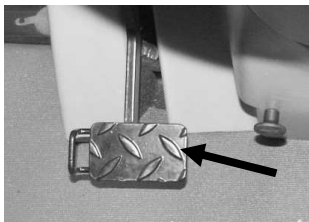

Рисунок 5-4 Педаль сцепления.
- выжать педаль сцепления до упора (рис. 5-4);